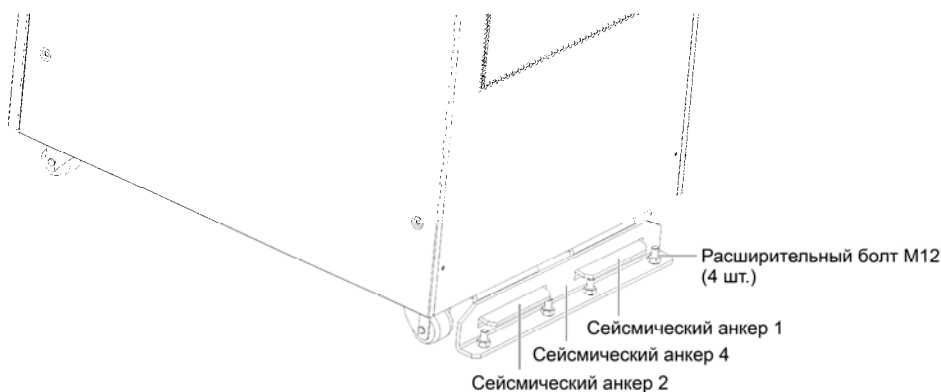

Рисунок 8-12 Монтаж дополнительных креплений 4 на полу и крепление шкафа
4. Прикрепите дополнительные крепления 4 к полу с помощью четырех распорных винтов M12, как показано на Рисунок 8-12, затем затолкните шкаф ИБП обратно на место, чтобы дополнительные крепления 1 и 2 соответствующим образом попали в два отверстия в дополнительных креплениях 4.